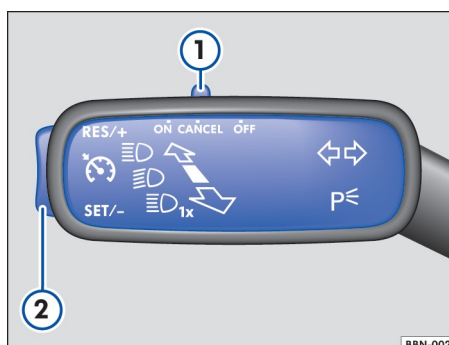

Рисунок 89. Левая сторона рулевой колонки: кнопка управления круиз-контролем (GRA)
- Установите переключатель →Рисунок 89 ② в положение ON.